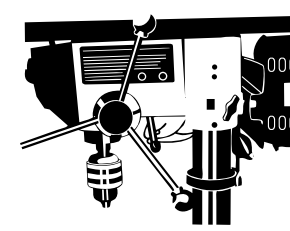

FIGURA 19
1. Gire a ponteira laser em sentido anti-horário para afrouxá-la (Figura 19).